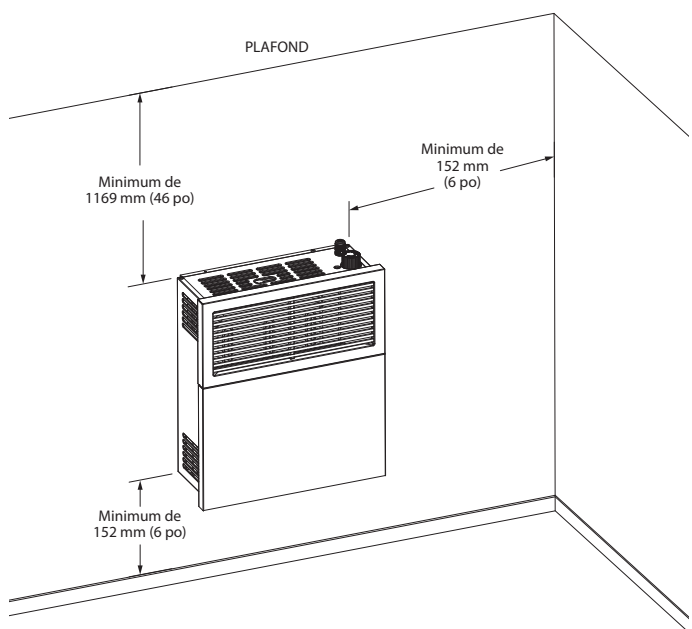
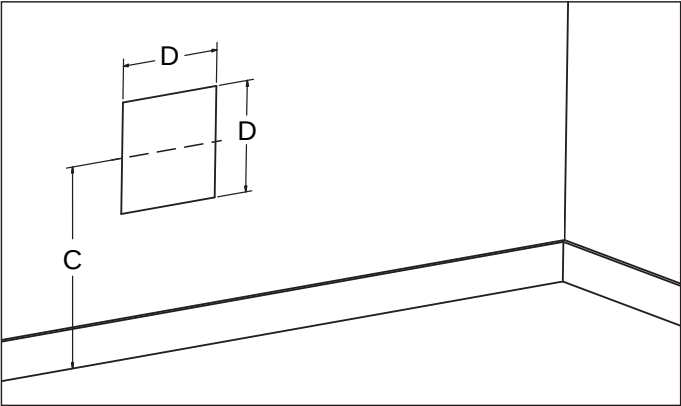

Figure 6
Figure 10
2. Dessinez la position du trou pour le tuyau d'admission d'air, en tenant compte des dégagements minimaux mentionnés dans la figure 6. Voir les dimensions du trou carré « D » et la hauteur jusqu'au centre « C » dans le tableau 1 et la figure 10 pour les différents modèles. La hauteur « C » est le minimum recommandé.